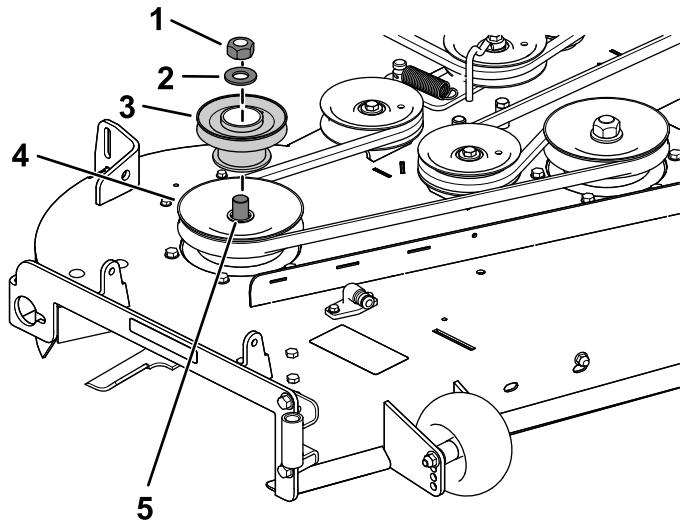

Figura 11
- Montirajte sklop remenice na desnu remenicu kućišta kosilice pomoću navrtke i podloške koje ste prethodno skinuli (Figura 11).